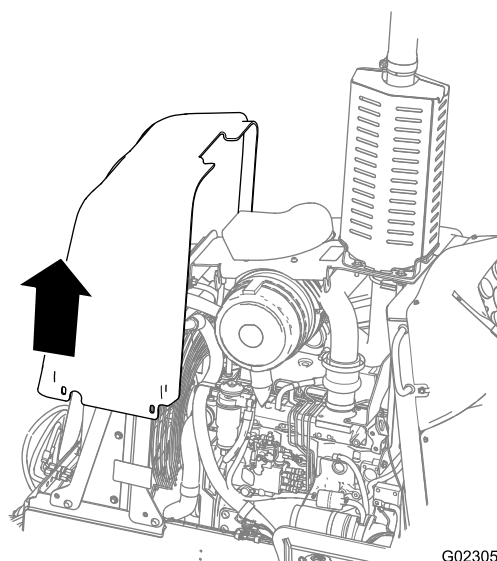

Рисунок 39
4. Поднимите переднюю панель вверх и снимите ее с машины (Рисунок 39).
2. Опустите переднюю панель вниз, на машину (Рисунок 39).